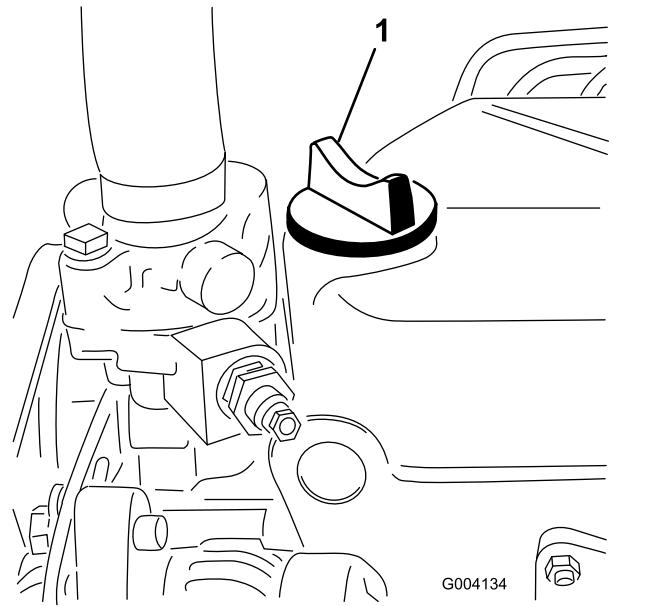

Figura 24
5. Si el nivel de aceite está por debajo de la marca **Lleno**, retire el tapón de llenado (Figura 24) y añada aceite hasta que el nivel llegue a la marca **Lleno** de la varilla. **No llene demasiado.**